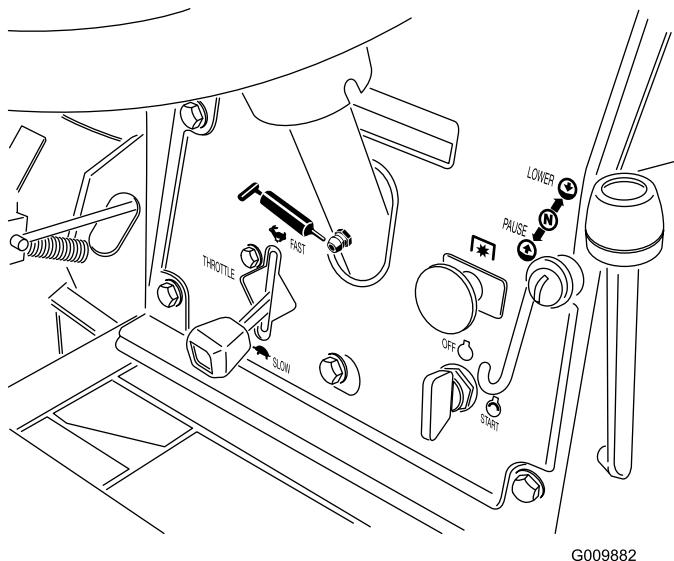

Figure 37
- Colonne de direction (Figure 37)